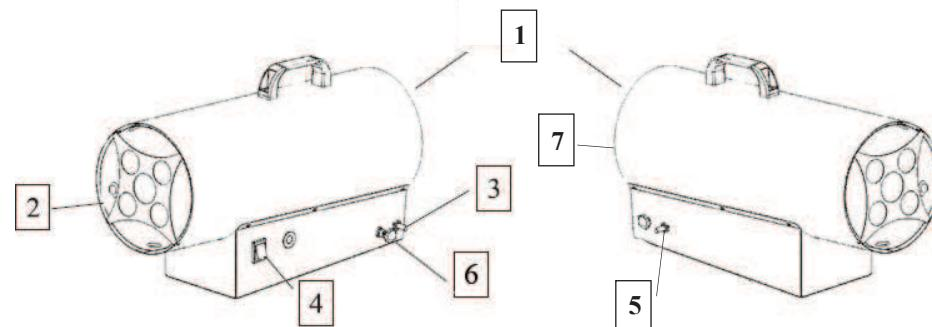

рис.1
Общий вид тепловой пушки схематично представлен на рис.1
- установите выключатель вентилятора 4 (рис.1) в положение «Вкл.»;
- нажмите кнопку газового клапана 3 (рис.1) и одновременно многократно нажмите кнопку пьезоэлектрического поджига 5 (рис.1) до тех пор, пока не загорится пламя горелки. После того, как зажигание сработало, продолжайте держать кнопку газового клапана примерно 10 секунд;
- если зажигание затруднено или нерегулярно, прежде чем повторять действие, следует убедиться, что вентилятор не блокирован, а воздухозаборник 1 (рис.1) и сопло выхода горячего воздуха 2 (рис.1) свободны.
- после того, как пламя погасло установите выключатель вентилятора 4 (рис.1) в положение «Выкл.»
- для данного режима необходимо отсоединить газоподводящую трубку 7 (рис.1) от тепловой пушки;
- установите выключатель вентилятора 4 (рис.1) в положение «Вкл.»